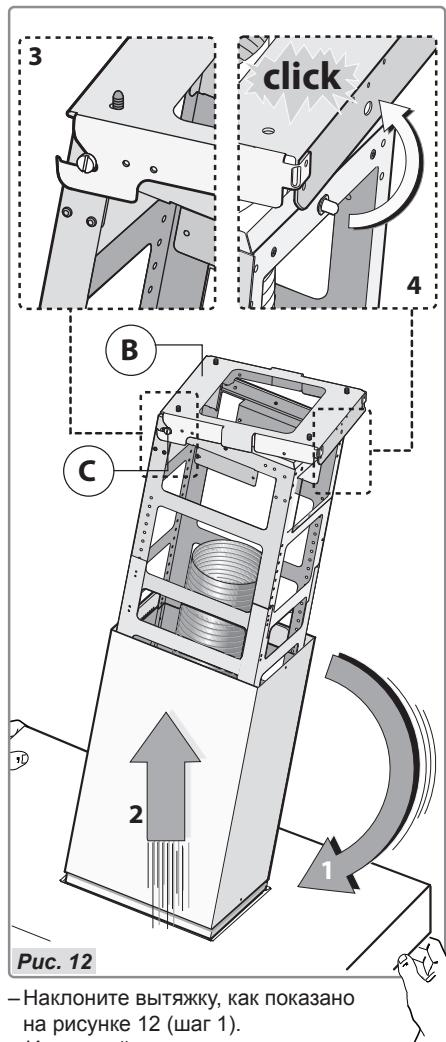

Рис. 12
- Используйте два шарнирных пальца **C**, которые входят в конструкцию, чтобы подвесить вытяжку на кронштейне **B** (рис. 12, шаги 2—3).
- Расположите вытяжку в таком положении, чтобы фиксирующие стержни защелкнулись в отверстии кронштейна **B** (рис. 12, шаг 4).